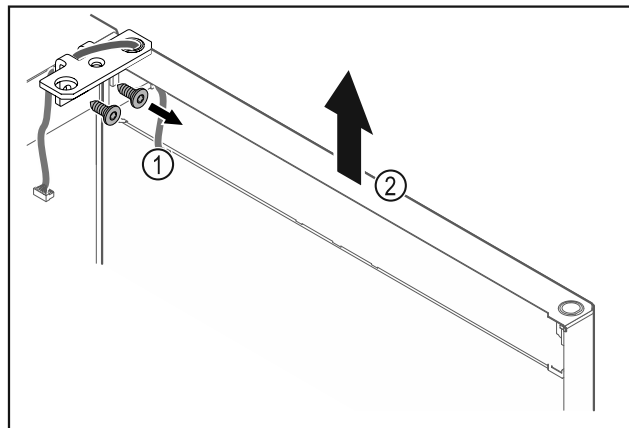

Fig. 23
- ▶ Scharnierhoek Fig. 23 (1) losschroeven.
- ▶ Deur inclusief scharnierhoek Fig. 23 (2) circa 200 mm recht omhoogtillen en verwijderen.